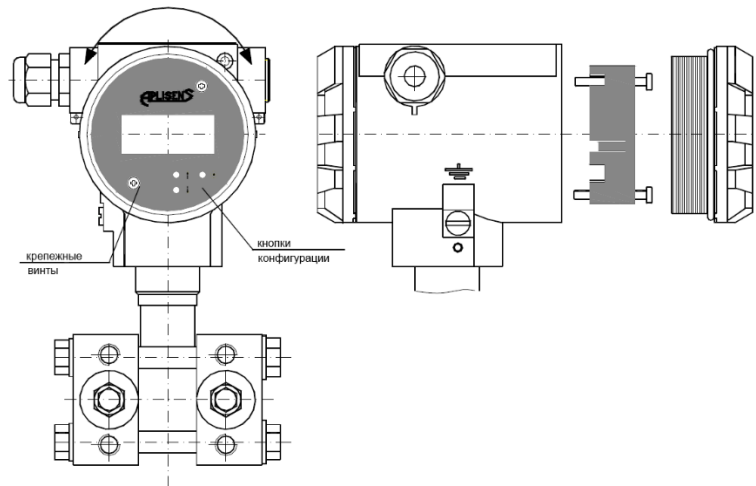

Рисунок 8 – Порядок изменения положения индикатора
2.2.22 Для изменения положения индикатора относительно корпуса или включения/отключения подсветки индикатора необходимо открутить лицевую защитную крышку, открутить винты крепления индикатора. Извлечь модуль индикатора, держа его за винты крепления. Повернуть модуль индикатора влево или вправо, в требуемое положение с шагом 15° (возможность поворота до 345°) и закрепить винтами (см. рисунок 8). Закрутить защитную лицевую крышку.